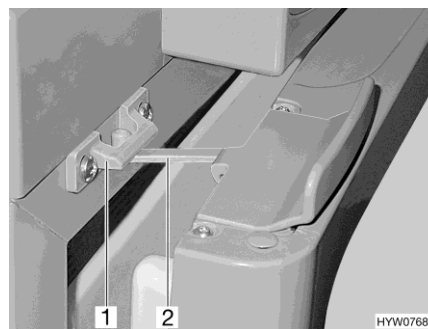

Fig. 151 Porte du réfrigérateur en position de ventilation (Thetford)
- Ouvrir le verrouillage (Fig. 151,2) et l'enclencher dans le logement de verrouillage (Fig. 151,1). La porte du réfrigérateur reste ainsi légèrement ouverte.